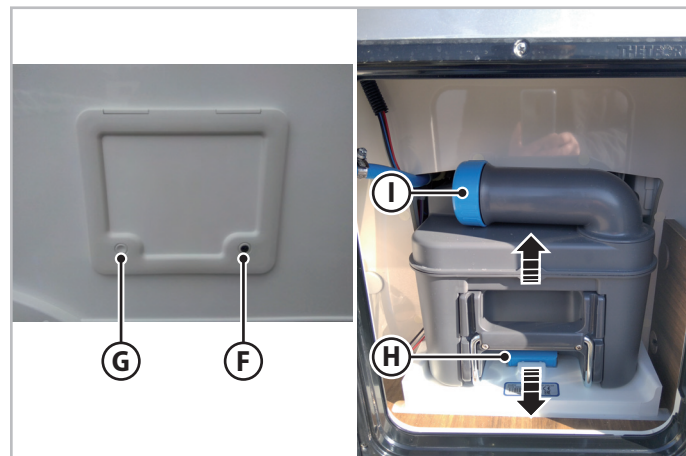

Fig.6.45 - Svuotamento cassetta WC
2. Aprire con la chiave la serratura (F - Fig.6.45), dopodiché rimuovere la chiave.
3. Premere i pulsanti G e F (Fig.6.45) e aprire lo sportello.
4. Esercitare una leggera pressione verso l'alto sulla maniglia (H - Fig.6.45) ed estrarre il serbatoio.
5. Togliere il tappo (I - Fig.6.45) e premere il pulsante di sfiato per svuotare il serbatoio.